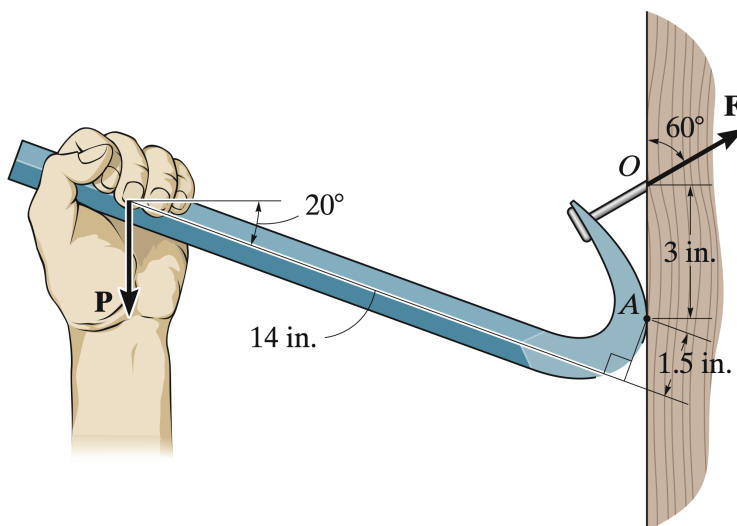

Figura 13: Figura de referencia.
10. La pata palanca de la figura 13 se somete a una fuerza vertical de  $P = 25 \text{ lb}$  en la empuñadura mientras que, para sacar el clavo, se necesita una fuerza de  $F = 155 \text{ lb}$  en la horqueta. Encuentre el momento de cada fuerza sobre el punto A y determine si P es suficiente para sacar el clavo. La palanca hace contacto con la madera en el punto A. (in es pulgada)